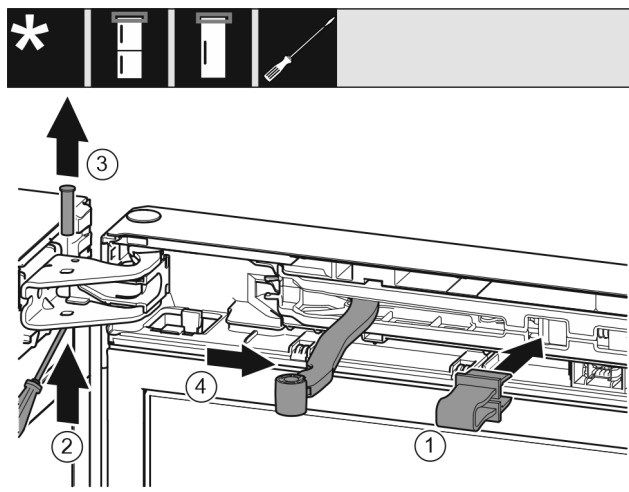

Fig. 10
- 将安全装置 Fig. 10 (1)卡入开口。
- 旋出螺栓 Fig. 10 (2)。
- 向上取出螺栓 Fig. 10 (3)。
- 将铰链 Fig. 10 (4)转向门的方向。